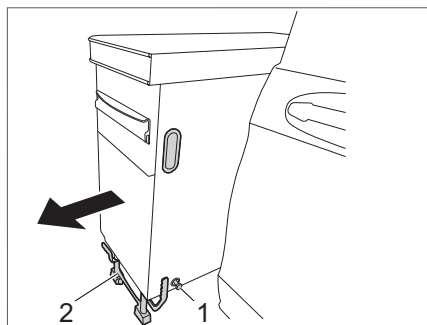

Bild 30 Fuß ausklappen
- Hebel (Bild 30,1) der Fußarretierung nach außen ziehen. Die Stützen (Bild 30,2) schwenken nach unten.
- ▷ Darauf achten, dass die Stützen (Bild 30,2) einrasten.
- Küchenblock nach außen ziehen und auf den Stützen absetzen (Bild 30).